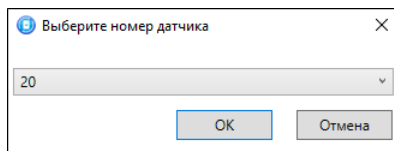
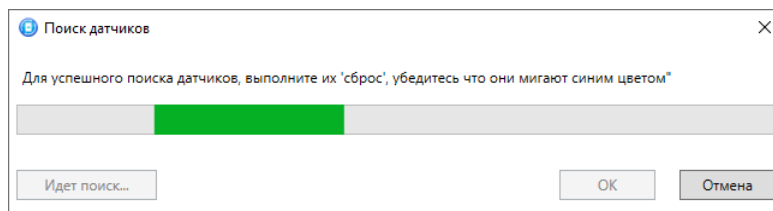

Рисунок 7.4 — Ввод номера радиоустройства
Рисунок 7.5 — Поиск радиоустройства
2. В открывшемся окне выберите будущий номер радиоустройства. Вы можете оставить наименьший доступный номер, который уже указан по умолчанию, или указать любой номер, незанятый другими радиоустройствами и ШС (см. рисунок 7.4). После этого контроллер начнет поиск радиоустройства (см. рисунок 7.5).